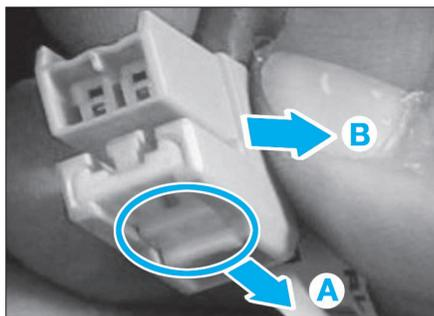

FIG. 49
• Débrancher le connecteur de l'airbag passager (17) (Fig.49).